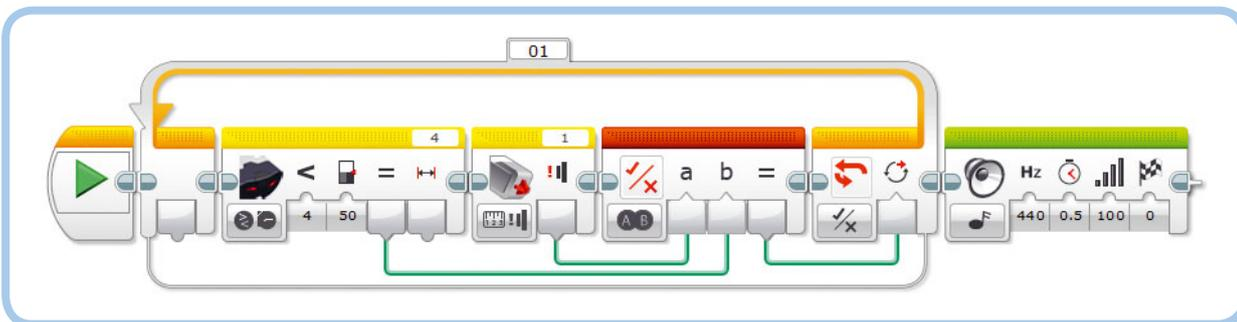

Рис. 15.10. Программа LogicOr
В режиме **ИЛИ (OR)** вывод блока передает значение **Истина (True)**, если одно или оба входных значения истинны, как это продемонстрировано в программе LogicOr на рис. 15.10. Программа постоянно проверяет, срабатывает ли датчик касания или инфракрасный датчик. Если срабатывают один или оба, выходным результатом будет **Истина (True)**, что приведет к завершению цикла. Как только цикл завершается, блок **Звук (Sound)** воспроизводит звуковой сигнал. Этот метод полезен, поскольку позволяет программе ждать до тех пор, пока по крайней мере один из нескольких датчиков не работает.